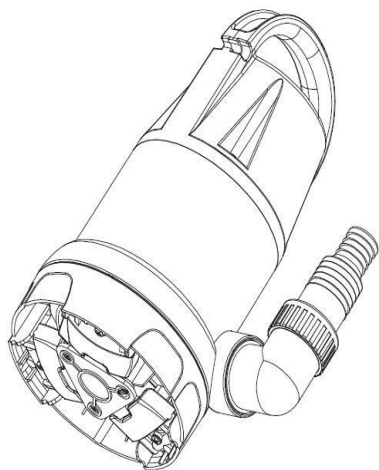

Рисунок 1
1. Сложите сдвижные упорные ножки насоса (смотрите рисунок 1 ниже), чтобы перекачивать чистую воду. Максимальный размер нерастворимых частиц в перекачиваемой жидкости не должен превышать 5 мм.